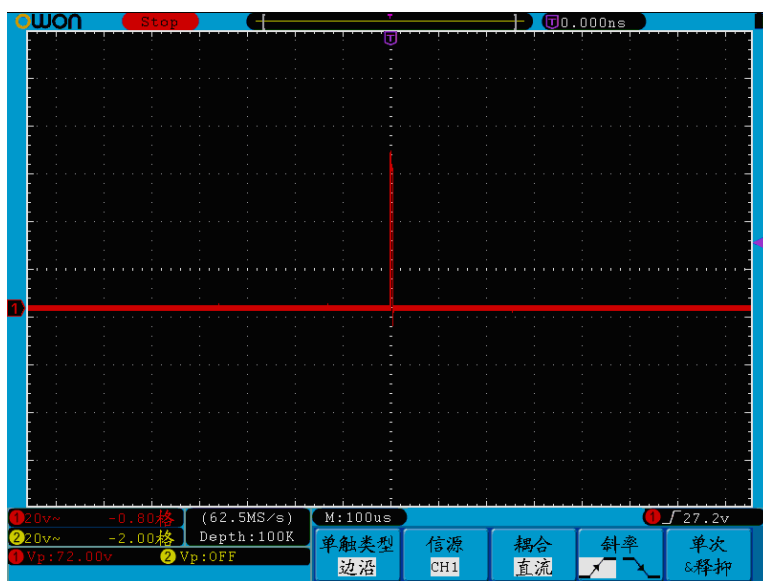

图 7-3: 捕捉单次信号
- (5) 按 F2 键，选择 峰值检测。
- (6) 按 触发菜单 按键，显示 触发 菜单。
- (7) 按 H1 键，显示 触发类型 菜单。
- (8) 按 F1 键，选择触发类型为 单触。
- (9) 旋转 通用 旋钮，选择触发模式为 边沿。
- (10) 按 H2 键，显示信源菜单。
- (11) 按 F1键，选择信源为 CH1。
- (12) 按 H3 键，显示耦合菜单；按 F2 键选择耦合为直流。
- (13) 按 H4 键，选择斜率为 （上升）。
- (14) 旋转 **触发电平** 旋钮，调整触发电平到被测信号的中值。
- (15) 若屏幕上方 **触发状态指示** 没有显示 **Ready**，则按下 **Run/Stop**（运行/停止）按键，启动获取。等待符合触发条件的信号出现。如果有某一信号达到设定的触发电平，即采样一次，显示在屏幕上。利用此功能可以轻易捕捉到偶然发生的事件，例如幅度较大的突发性毛刺：将触发电平设置到刚刚高于正常信号电平，按 **Run/Stop**（运行/停止） 按键开始等待，则当毛刺生时，机器自动触发并把触发前后一段时间的波形记录下来。通过旋转面板上水平控制区域的 **水平位置** 旋钮，改变触发位置的水平位置可以得到不同长度的负延迟触发，便于观察毛刺发生之前的波形。见图 7-3。